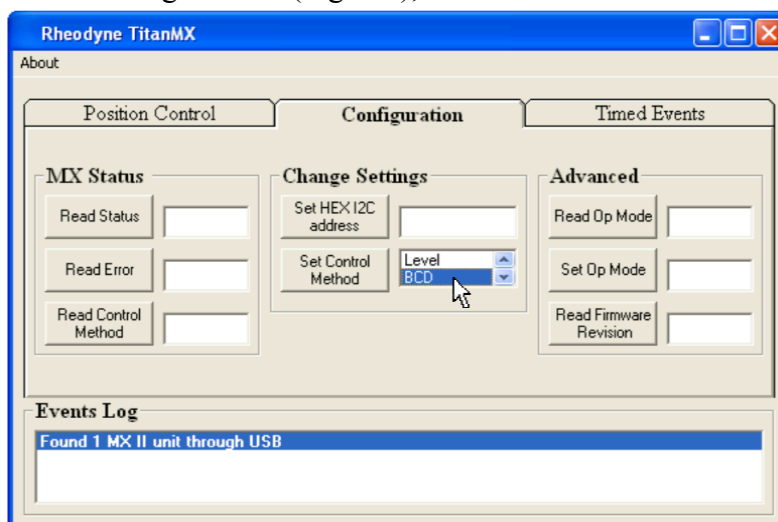

Fig. 3.1 : Interface du logiciel TitanMX
- 3) Dans le menu "Configuration" (Fig. 3.1), définir la méthode de contrôle à BCD